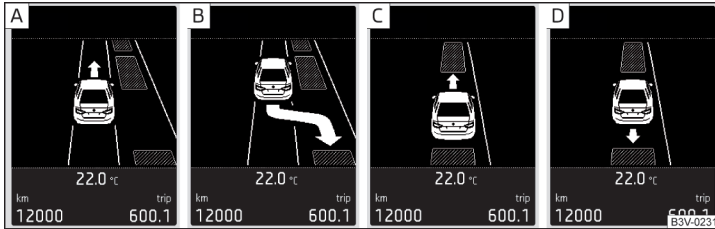
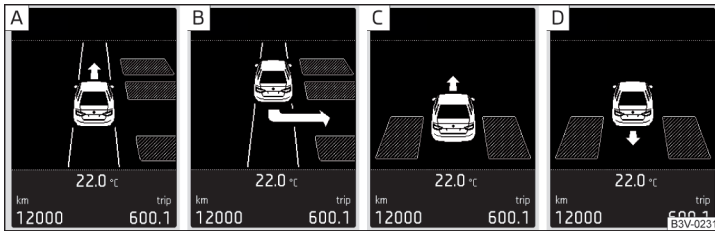

Abb. 174 In eine Längsparklücke einparken: Displayanzeige
Abb. 175 In eine Querparklücke einparken: Displayanzeige
Findet das System eine Parklücke, dann wird im Display der empfohlene Parkmodus einschl. dieser Parklücke angezeigt » Abb. 174 auf Seite 155 oder » Abb. 175 auf Seite 155 - A.
**Displayanzeige** » Abb. 174 oder » Abb. 175
Findet das System eine Parklücke, dann wird diese Parklücke im Display angezeigt » Abb. 174 oder » Abb. 175 - A.